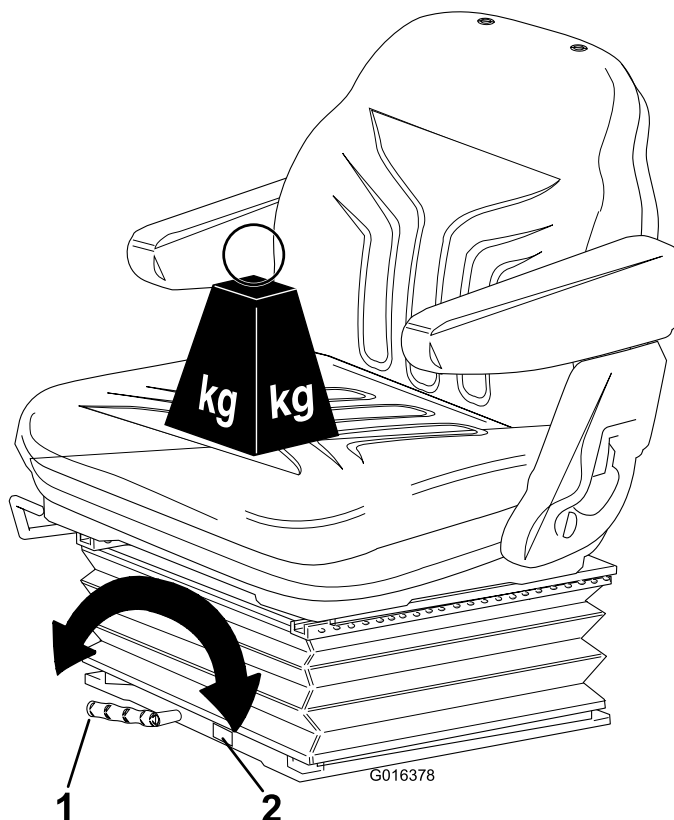

Figura 23
- **Regolazione della sospensione:** Ruotate la maniglia in senso orario per aumentare la resistenza della sospensione e in senso antiorario per diminuirla. Il quadrante indica quando viene raggiunta la regolazione ottimale della sospensione in base al peso dell'operatore (kg); fate riferimento a Figura 23.